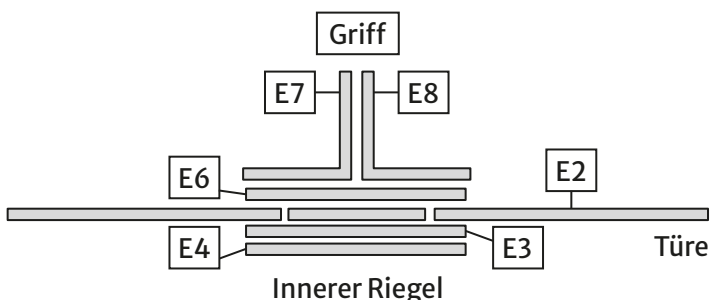

Abb. 4: Querschnitt Riegel
Schritt 17 Kleben Sie die beiden Teile 1 und 2 des inneren Riegels [E3 und E4, Bogen 7] mit ihren grauen Seiten kantengenau aufeinander (Abb. 4 zeigt den Aufbau von Riegel und Türe im Querschnitt).